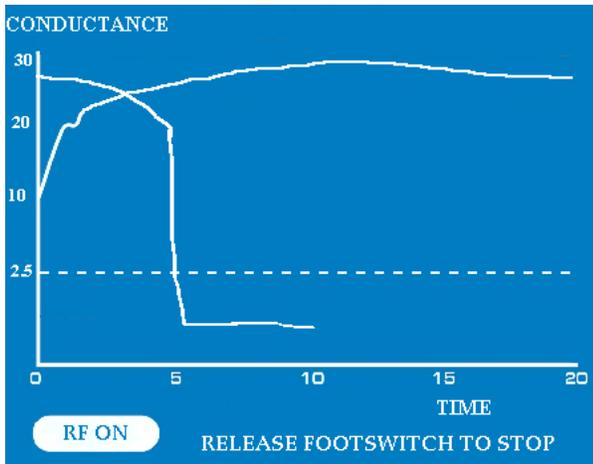

Figura 10: Gráfico de visualización de conductancia extendido que indica el modo RF ON para pinzas Synergy
2. Mantenga pulsado el pedal para iniciar la salida de energía de RF. La salida de energía RF se interrumpe soltando el pedal o una vez pasados 40 segundos continuos de suministro de energía. La pantalla de visualización de la ASU indicará que el generador está en el modo RF ON (consulte la **Figura 10**). El indicador RF ON del panel frontal de la ASU se iluminará en azul.
se muestra en una escala de 20 segundos. Mediante mediciones de conductancia, el generador determinará cuándo se ha alcanzado el estado de transmuralidad. Si no se alcanza la condición de transmuralidad en los 20 segundos que se muestran en el gráfico de visualización de la conductancia del tejido, el gráfico pasará a una segunda pantalla y mostrará una continuación de la conductancia durante un máximo de 20 segundos adicionales (consulte la **Figura 10**).